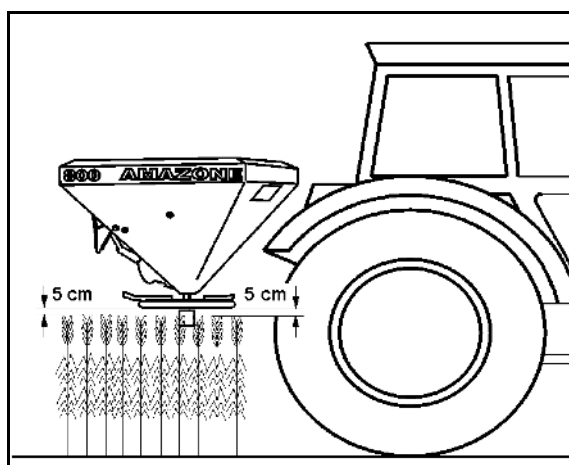

図 63
短い散布偏向板にはツールを用いずに上に畳むことができる回転ウイング (図 63/1) が備わっています。この回転ウイングにより、追加の付属品を用いることなく、1 m 以下の高さの穀物に遅い追肥を実施できます。
3. 散布偏向板の回転ウイング (図 63/1) を標準施肥と遅い追肥用の希望する位置に旋回させます。